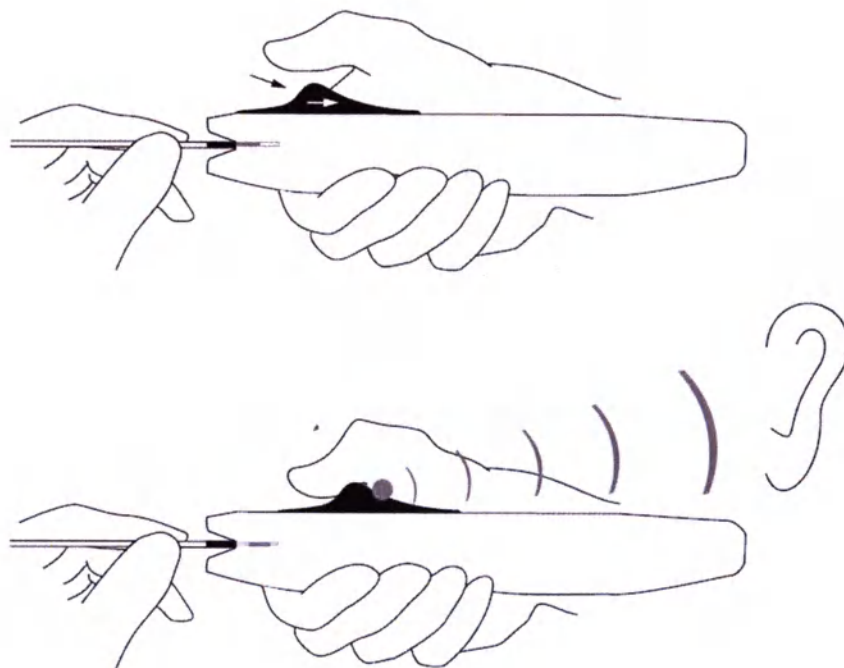

Рисунок 15 – Отсоединение спирали
4. Осторожно потяните инструмент для установки спирали, чтобы снять его с толкателя. Убедитесь, что черная зона выравнивания повреждена, и осторожно отодвиньте толкатель подачи с помощью рентгеноскопического контроля, чтобы убедиться, что спираль отсоединилась. (рис. 15).